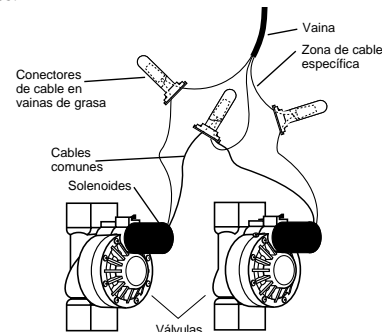

FIGURA 22: Conexión de los cables del programador a las válvulas
- Cada electroválvula tiene dos cables. Uno de ellos se conecta como cable común. Todos los cables comunes a todas las electroválvulas pueden conectarse con un único cable común que vaya hasta el programador. El otro cable de la válvula ha de conectarse con el cable de la unidad específica que controlará cada electroválvula. [Vea la Figura 22].